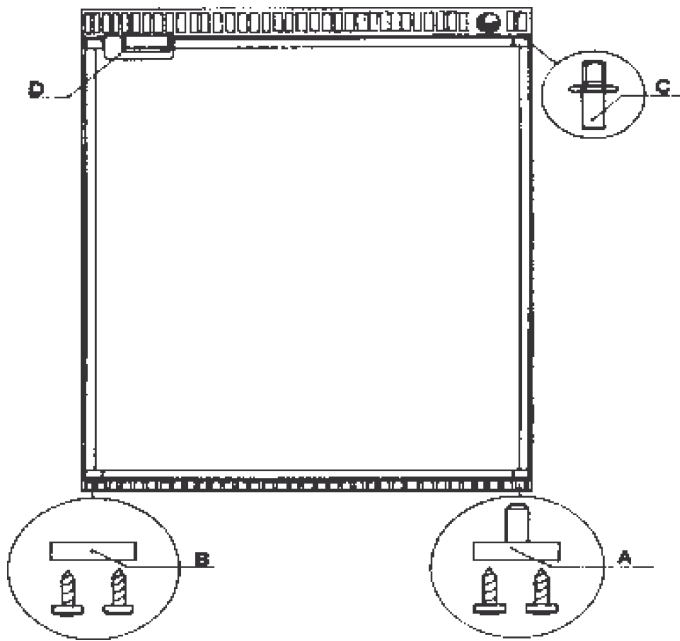
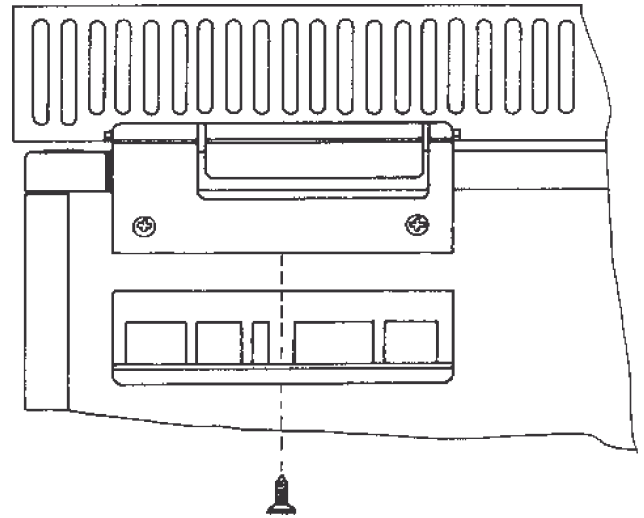

рис.7
рис.8
- снимите шурупы, которые фиксируют ручку (рис. 8);
В моделях 42-49-50-65-85-100-130 дверца обычно открывается вправо. Для изменения направления переместите (А, В, и С на рис. 7) петли, кронштейн и ручку (рис. 8).